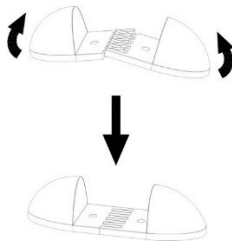
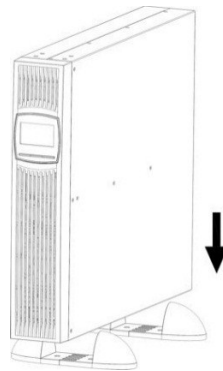

Figura 6: Montaggio dei piedi
Figura 7: Installazione come Tower
2. Formare ciascun piede unendone le due parti (cfr. Figura 6) e inserire il sistema UPS in entrambi i piedi (cfr. Figura 7) dall'alto. Fare attenzione a mantenere la maggiore distanza possibile fra i piedi per garantire un'elevata stabilità.